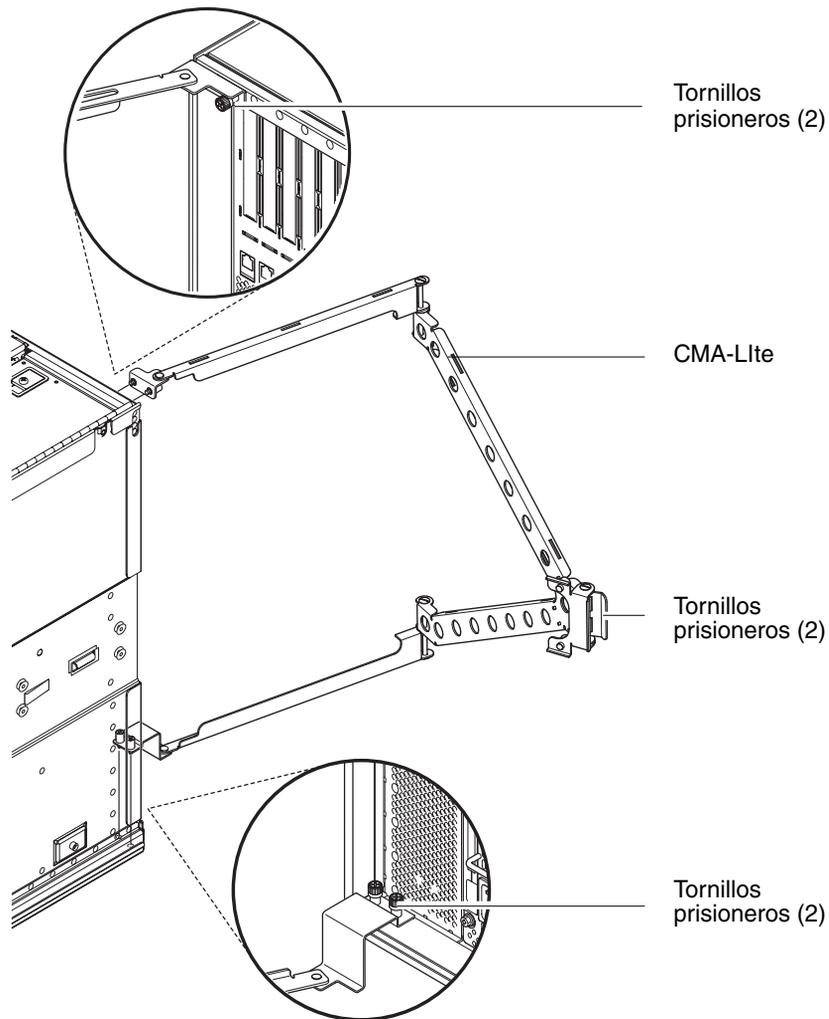

FIGURA 1-18 Abrazadera de gestión de cables CMA-Lite
1. Fije el punto de giro del extremo de la abrazadera superior en la parte posterior del servidor utilizando los dos tornillos prisioneros (FIGURA 1-18).